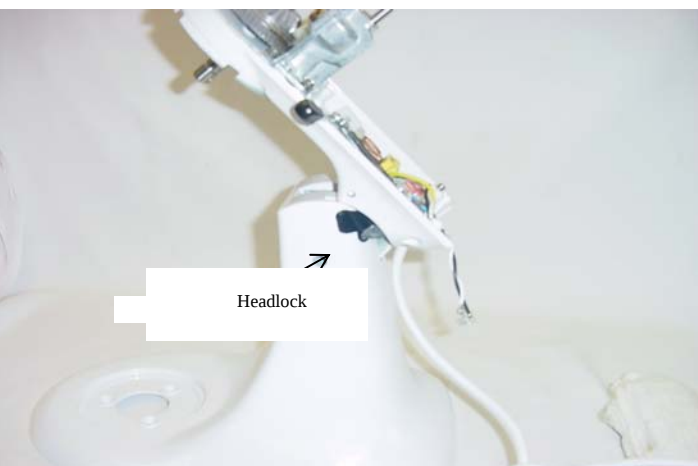

Abb. 74: Kunststoff-Headlock am Sockel eines internationalen Modells; gezeigt ist die verriegelte hochgeklappte Stellung.
F. Bei den gezeigten internationalen Exportmodellen (Abb. 74) ist ein Kunststoff-Headlock am Sockel vernietet. Dadurch kann das Motorgehäuse in hochgeklappter Stellung arretiert werden. Der Verriegelungshebel dieser Modelle ist federbelastet. Die Verriegelung erfolgt, indem nach dem Hochklappen des Motorgehäuses die Spannung vom Hebel genommen wird.